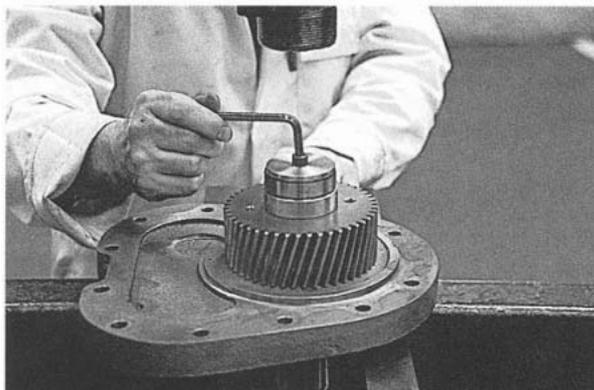

Рис. 71
43. Поддержите крышку редуктора горизонтально, причем впускной вал направлен вниз. Снимите крепежный винт и шайбу подшипника (рис. 71).